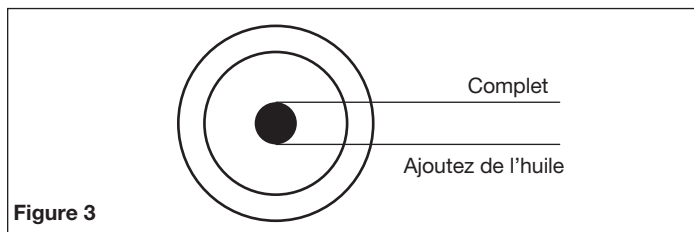

Figure 3
- Retirez le bouchon de remplissage de la pompe et remplissez la pompe avec 14,1 oz. (416,98 ml) d'huile. Utilisez de l'huile pour compresseur d'air entièrement synthétique et non détergente. Les additifs dans l'huile ordinaire peuvent provoquer des dépôts sur les valves et réduire la durée de vie de la pompe. Pour les pompes équipées d'un verre de regard pour l'huile, le niveau d'huile peut être surveillé et maintenu comme indiqué sur la figure 3.